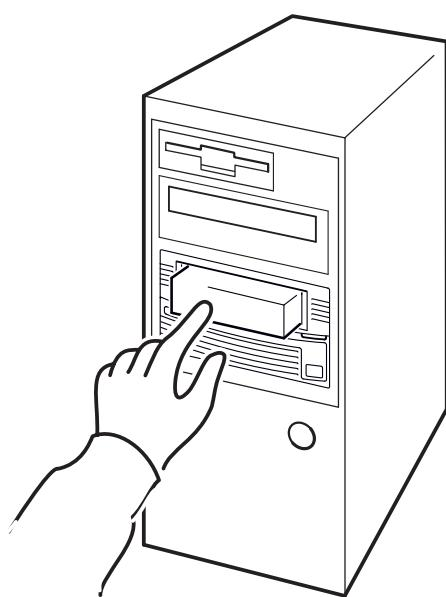

Abbildung 12a: Verwenden von
- 1 Laden Sie die aktuellste startfähige Kassette in das Bandlaufwerk (siehe Abbildung 12a). Die Kassette muss von einer Datensicherungsanwendung erstellt worden sein, die Daten im CD-ROM-Format auf das Band schreibt.